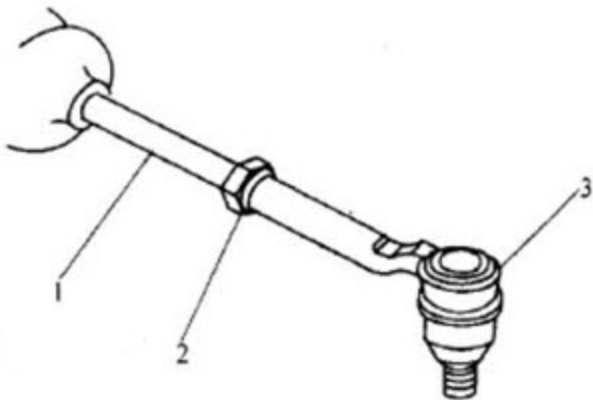

图 1-8 前轮前束的调整
- (1) 将转向盘调整到正前位置。
- (2) 如图 1-8 所示, 松开拉杆上的六角螺母, 旋转转向横拉杆轴以得到合适的前束角。